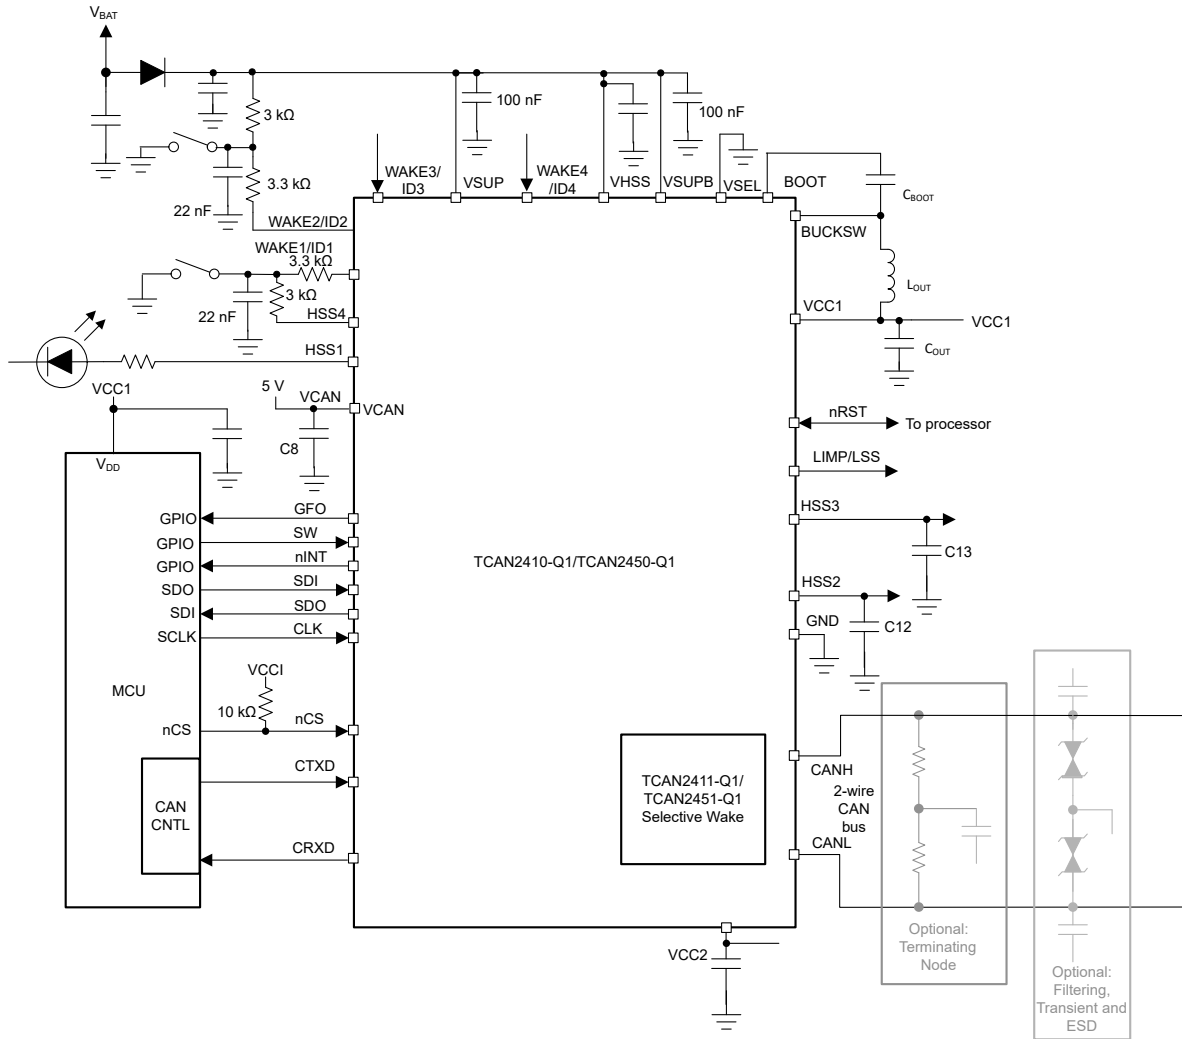

图 8-22. 采用循环检测配置的应用图
- 将所需的 WAKE 引脚连接到 HSS4，如图 8-22 所示